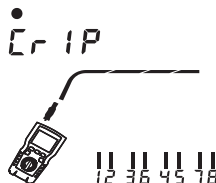

Abbildung 6.13 Anschluss an den RJ45-Stecker
- (1) Starten Sie den Tester, stellen Sie den Moduswahlknopf auf den TEST-Modus und drücken Sie die „PORT“-Taste, um zum Crimp-Testport zu wechseln. Die Anzeige wird in Abbildung 6.13 gezeigt, mit dem Testindikator "Cr IP" in der oberen linken Ecke und dem Verdrahtungsdiagramm, das darunter blinkt.
- (2) Setzen Sie den gecrimpten RJ45-Stecker in die RJ45-Buchse des Crimp-Testports ein. Der Crimp-Status des RJ45-Steckers wird etwa 1 Sekunde lang angezeigt.